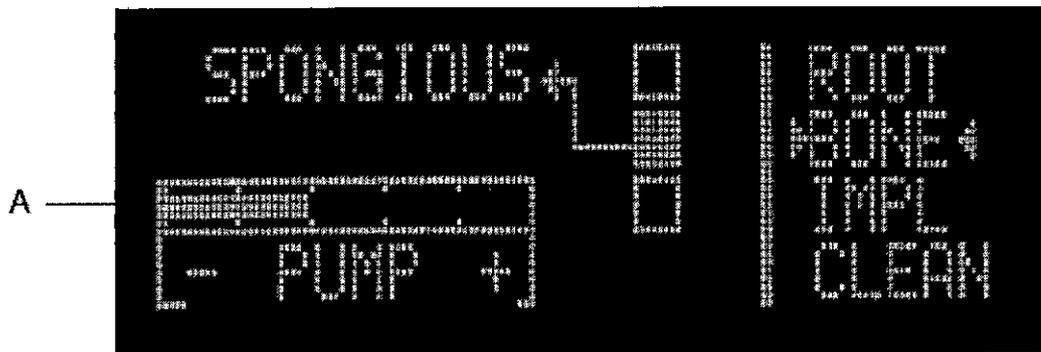

Fig. 8
**Aparato en modo BONE Fig. 8** - Apretar el botón de nivel de potencia (Fig.6 - Ref.C) en modo BONE para seleccionar las funciones: